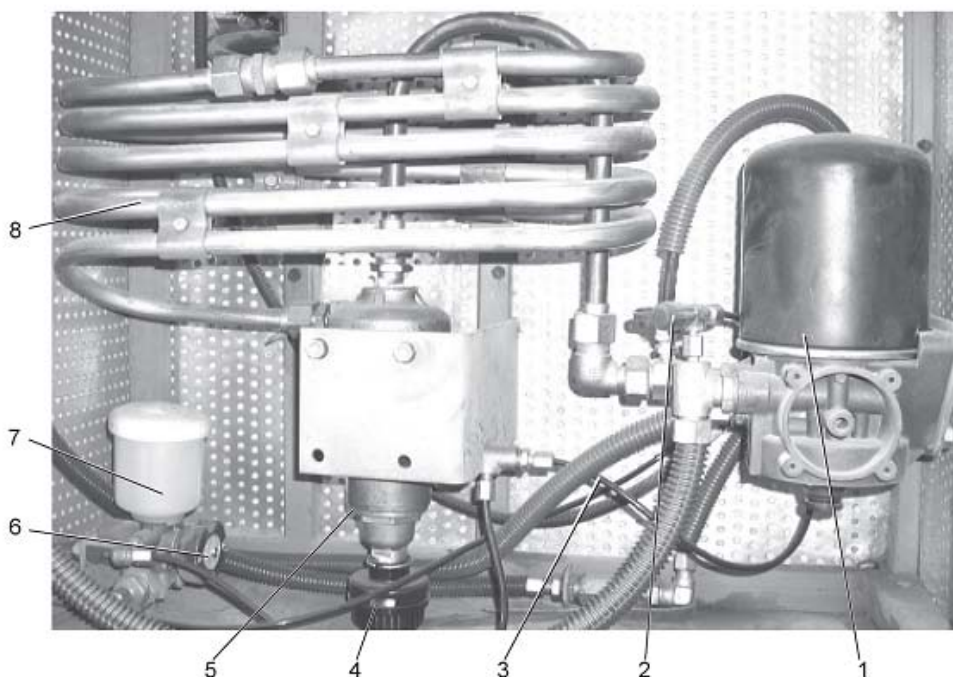

Рисунок 3.9.3 – Блок подготовки сжатого воздуха:
- очистить поверхность осушителя воздуха 1 (рис. 3.9.3) от пыли и грязи;
В пневмосистеме установлен автоматический противозамерзатель 7 (рис. 3.9.3).